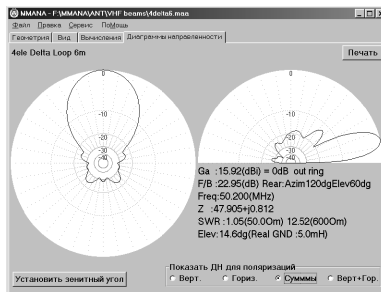

Рис. 23. Закладка «Диаграмма направленности»
**Закладка «Диаграммы направленности» (ДН).** Выбрав эту закладку (рис. 23), вы увидите ДН антенны в вертикальной и горизонтальной плоскости и табличку всех основных параметров антенны. ДН любой антенны является объёмной трёхмерной фигурой, в общем случае, неправильной формы. Отображение этой фигуры на плоских графиках MMANA имеет свои особенности. ДН в вертикальной плоскости MMANA представляет собой сечение плоскостью X–Z объёмной ДН.